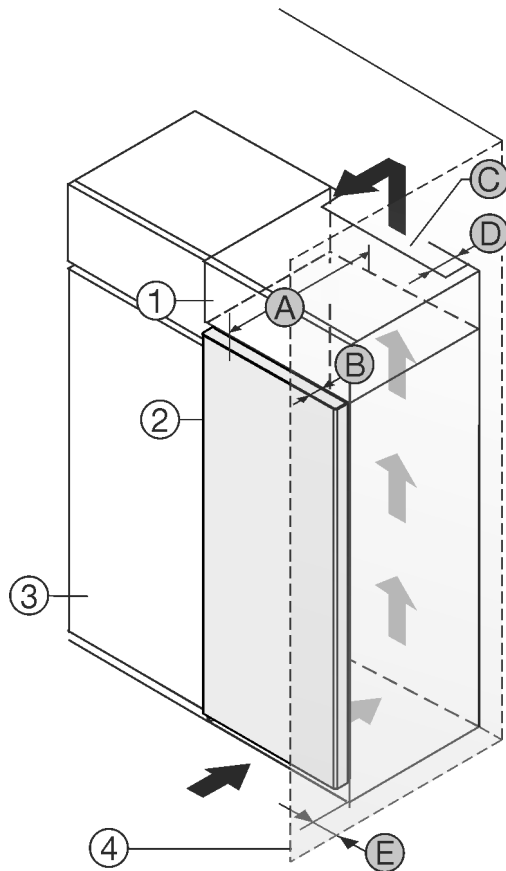

Fig. 1
- (1) Aufsatzschrank\*
- (2) Gerät\*
- (3) Küchenschrank\*
- (4) Wand\*
- (A) Gerätetiefe\*
- (B) Türtiefe\*
- (C) Belüftungsquerschnitt\*
- (D) Abstand Geräterückseite\*
- (E) Abstand zur Geräte-seite\*
Gerät direkt neben dem Küchenschrank Fig. 1 (3) aufstellen.\*
An der Rückseite des Aufsatzschrankes muss ein Abluftschacht mit der Tiefe Fig. 1 (D) über die gesamte Aufsatzschrankbreite vorhanden sein.\*
Unter der Raumdecke muss der Entlüftungsquerschnitt Fig. 1 (C) eingehalten werden.\*
Wenn das Gerät mit den Scharnieren neben einer Wand Fig. 1 (4) aufgestellt wird, muss der Abstand zwischen Gerät und Wand mindestens 13 mm (0.51 in) betragen.\*
Um die Türe vollständig öffnen zu können, muss Gerät um die Türtiefe Fig. 1 (B) gegenüber der Küchenschrankfront vorstehen. Abhängig von der Tiefe der Küchenschränke Fig. 1 (3) und Verwendung von Wandabstandshaltern kann das Gerät weiter herausragen.\*